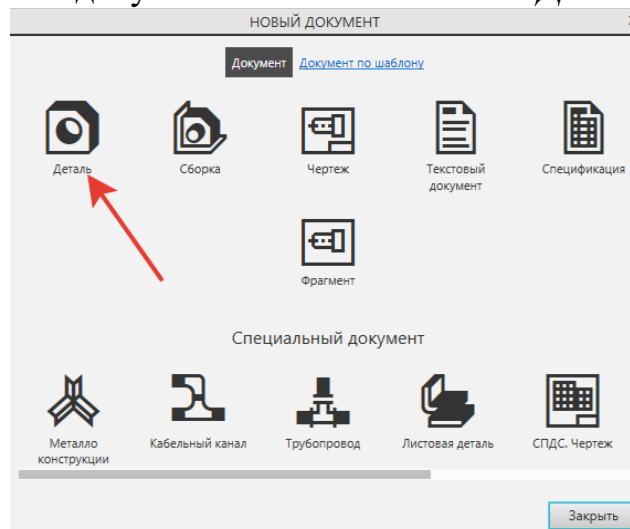

Рисунок 2.
1. Создать новый документ: **Файл – Создать – Деталь** (рисунок 2).